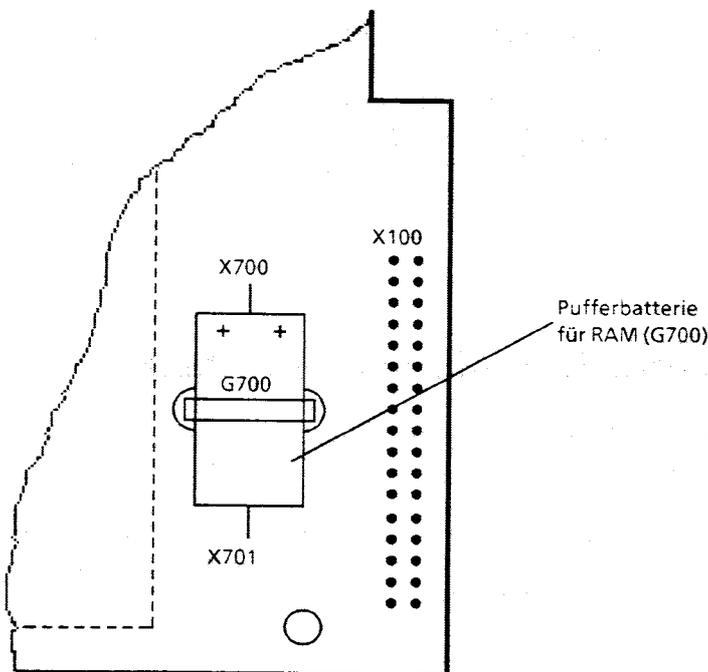

Bild 4-1 Position der RAM-Pufferbatterie auf dem Mainboard
- Messen der Batteriespannung nach Anschließen eines Digitalvoltmeters an die Lötstützpunkte X700 und X701. Dabei ist zu beachten, daß kein Kurzschluß des Batteriepluspols X700 nach Masse verursacht wird (Bild 4-1).